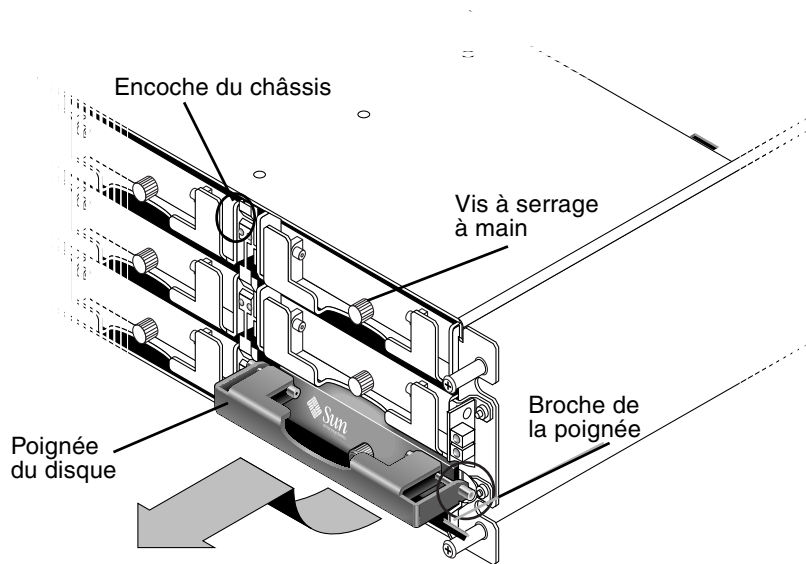

FIGURE 7-5 Vue de face d'un module de disque retiré du châssis
5. Faites glisser doucement le module de disque hors de la baie, comme indiqué à la figure FIGURE 7-5.